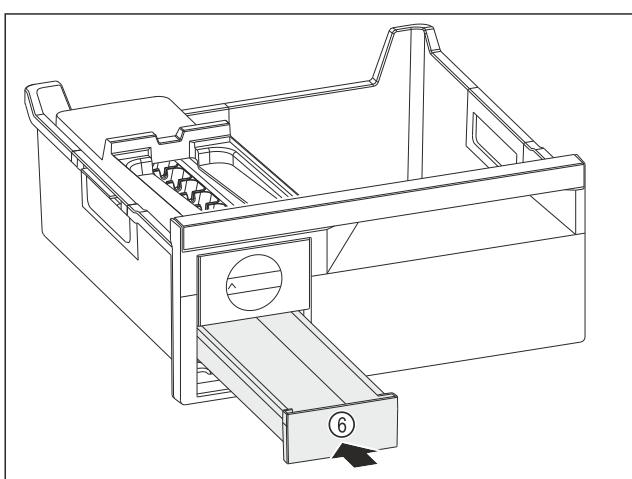

Fig. 111
- Вдвиньте выдвижной ящик для кубиков льда Fig. 111 (6).